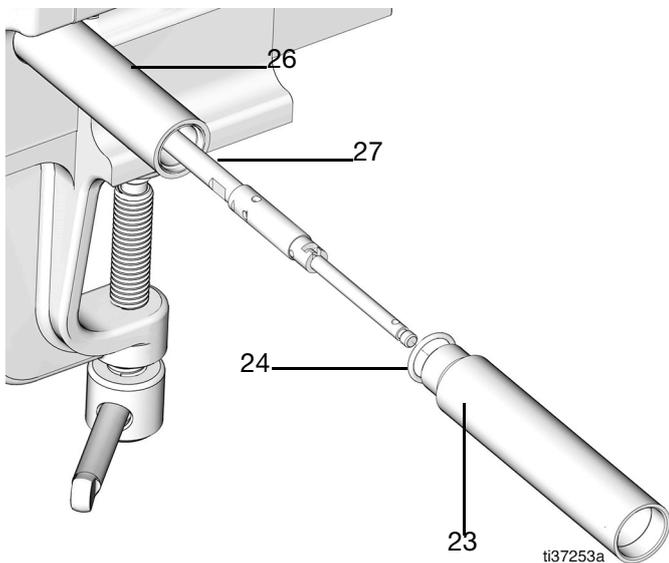

FIG. 61
16. Replacer et graisser légèrement le joint torique (24) sur le tube du bas de pompe (23) (FIG. 61).
17. Faire glisser le tube du bas de pompe (23) par-dessus la tige de pompe (27) et raccorder au tube rallonge (26) (couple 32 pi.-lb/43,4 N•m) (FIG. 61).